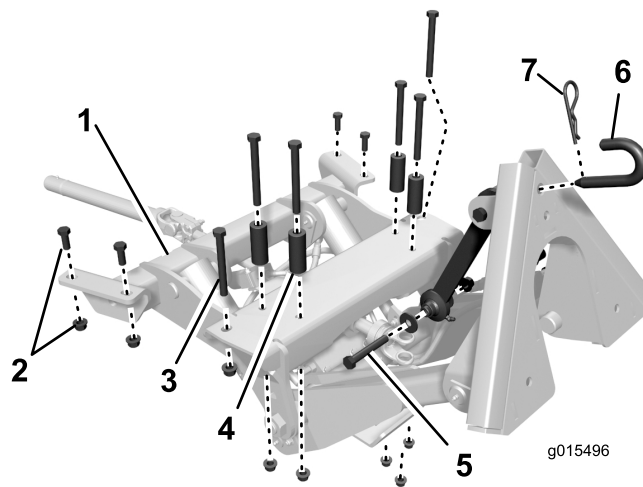
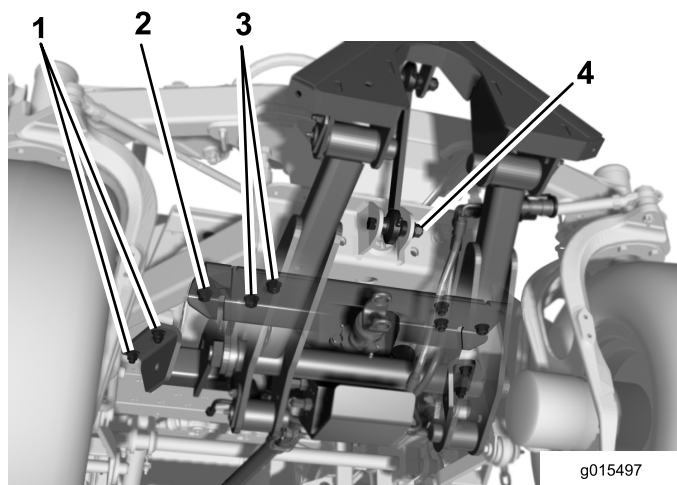
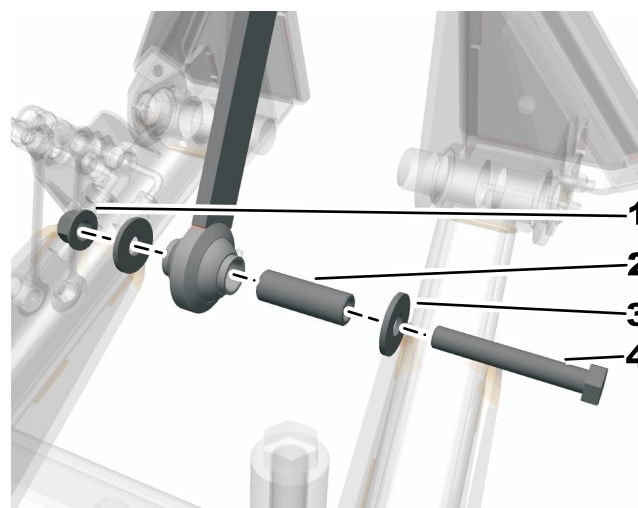

Рисунок 5
Рисунок 6
Рисунок 7
1. На виде сверху Рисунок 5 показаны места, положения и размеры крепежных деталей, используемых для фиксации передней рамы навесного оборудования к нижней части рамы тягового блока.
3. Расположите переднюю раму навесного оборудования под передней частью машины (Рисунок 6).
4. Поднимите переднюю раму навесного оборудования, одновременно совмещая монтажные отверстия с монтажными отверстиями в швеллерах рамы и поперечной пластине передней рамы (Рисунок 6).
5. В передней части навесного оборудования выполните подсоединение через наружное отверстие с каждой стороны к швеллерам рамы с помощью винта 1/2 x 4-1/2 дюйма и фланцевой гайки 1/2 дюйма (Рисунок 6).
6. В задней части навесного оборудования присоедините, не затягивая, каждую сторону к швеллерам рамы с помощью винтов 2 1/2 x 1-1/4 дюйма и фланцевых гаек 1/2 дюйма (Рисунок 6).
7. Используя оставшиеся 4 монтажных отверстия, присоедините навесное оборудование к поперечной пластине рамы с помощью винтов 1/2 x 4-1/2 дюйма, проставок и фланцевых гаек 1/2 дюйма (Рисунок 6). Расположите проставки между головками винтов и поперечной пластиной.
9. Присоедините узел верхнего звена к опоре моста с помощью винта 1/2 x 3-1/4 дюйма, 2 опорных шайб и контргайки 1/2 дюйма (Рисунок 5 и Рисунок 6). Шайбы должны находиться на наружной стороне проушин опоры моста. Установите проставку и затяните с моментом 91-113 Н·м (Рисунок 7).